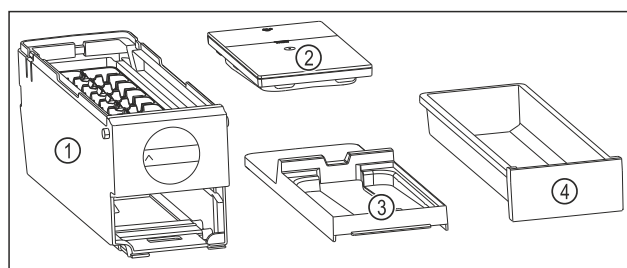

Fig. 108 Компоненти EasyTwist-Ice
- ▷ EasyTwist-Ice складається з чотирьох частин. (див. Fig. 108)
- ▶ Розбирайте EasyTwist-Ice тільки на зображені компоненти. (див. Fig. 108)
- ▶ Очистіть корпус EasyTwist-Ice Fig. 108 (1) без розбирання.